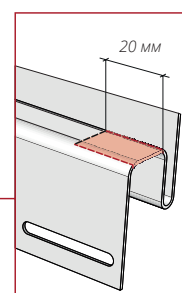

Рисунок 51.1
**13.7** Отметьте от края околооконной планки расстояние 20 мм по центру ребер (рис. 51.1). Сделайте резы, используя ножницы.